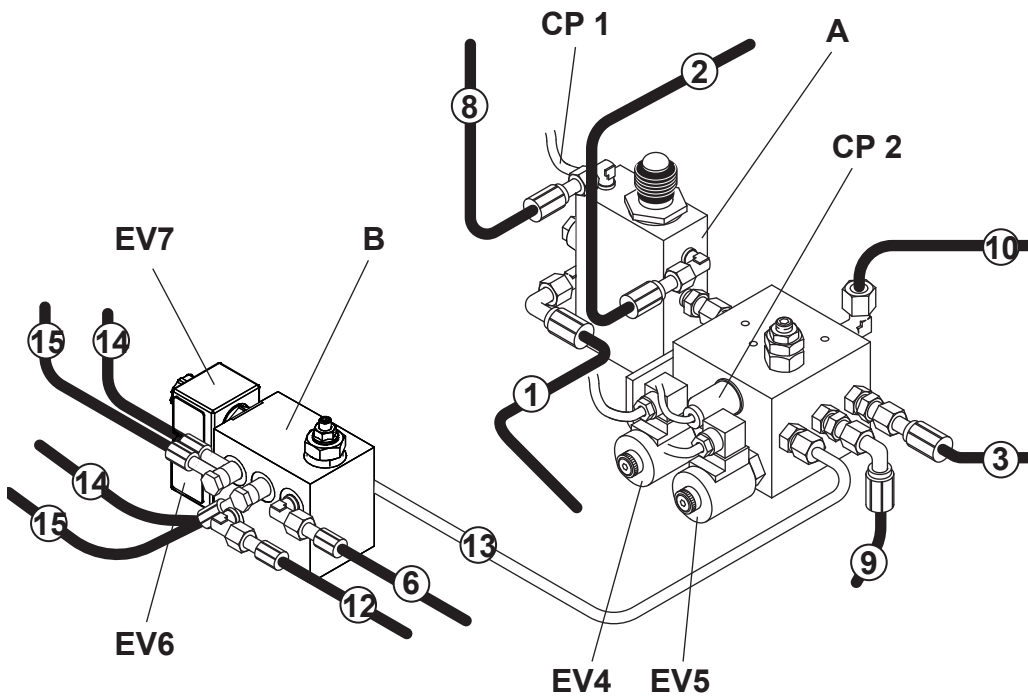

Fig. 17
- Collegare i cavi elettrici dalla centralina alle elettrovalvole **EV4-EV5-EV6-EV7** e ai pressostati **CP1-CP2** (fig.17)
- Connect the cables in the control unit to the solenoid valves **EV4-EV5-EV6-EV7** to the pressure gauges **CP1-CP2** (fig.17).